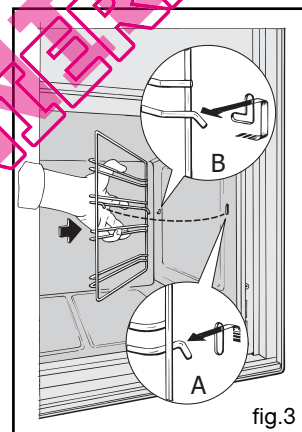
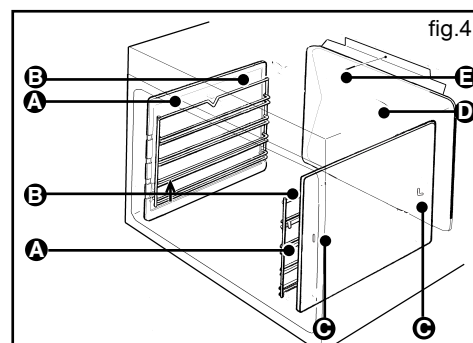

fig.3
fig.4
• Plat lèchefrite fig.3
• Plat sortant sur système coulissant fig.4
Décrochez le gradin fil (B Fig.4) à l'avant en le soulevant (schéma A Fig.3). Tirez vers soi l'ensemble du gradin, le soulever afin de décrocher l'attache de fixation arrière (schéma B Fig.3). Le sortir des 2 trous (C Fig.4) de la paroi catalytique et du moufle du four. Retirez ensuite la paroi catalytique (A Fig.4). Remplacez les nouveaux éléments (parois et/ou gradins) en effectuant les opérations inverses.
Dévissez complètement la vis (E Fig.4) située en haut de la paroi du fond (D Fig.4). Inclinez la paroi vers l'avant afin de la retirer du moufle. Remplacez la nouvelle paroi en effectuant les opérations inverses.
Relâchez ensuite la manette, la flamme persiste (Fig.3).